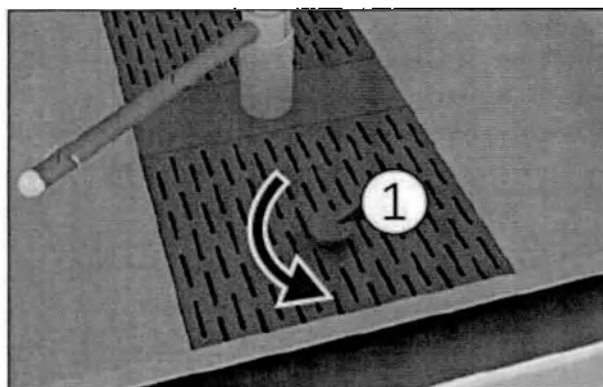
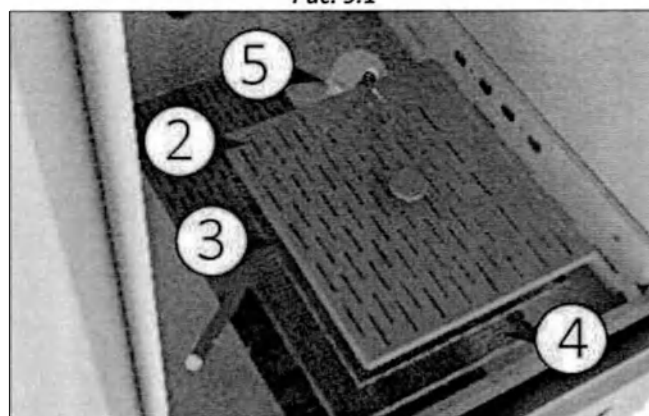

Рис. 9.1
Рис. 9.2
Комплект фильтров в составе (Рис. 9.1 и 9.2):
Откройте нижний фильтр за центральный штифт (1 Рис. 9.1), чтобы разделить фильтр на две части (2 и 3 Рис. 9.2).
Вставьте предоставленные в комплекте фильтры в соответствующие места. Постоянно проверяйте чистоту фильтров, особенно нижнего фильтра (4 Рис. 9.2).
- 6) После проведения 3–4 пробных циклов мойки очистите фильтры для воды, расположенные в нижнем отсеке машины (Рис. 9.2).